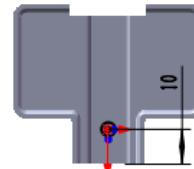

图 16.6.45 编辑草图
(4) 编辑草图，如图 16.6.45 所示。退出草图环境，完成成形特征 2 的创建。